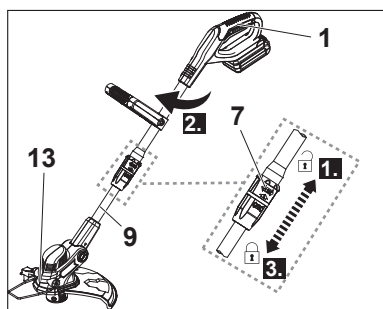

Fig. 14
1. Deslize a manga de desbloqueio (7) para cima e rode a pega principal (1) no sentido dos ponteiros do relógio enquanto segura no polo inferior (9), de forma a ajustar a cabeça do aparador (13) para um ângulo de 180° . Certifique-se de que a manga de desbloqueio (7) encaixa na posição correta (Fig. 14).